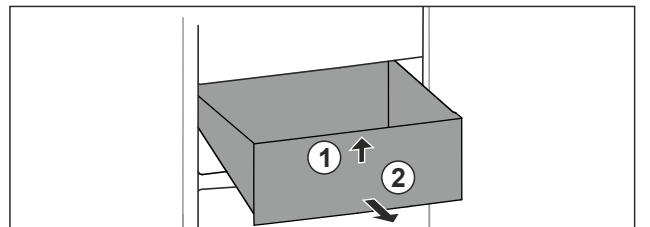

Fig. 56
- ▶ Повдигнете чекмеджето отпред. Fig. 56 (1)
- ▶ Извадете чекмеджето напред. Fig. 56 (2)